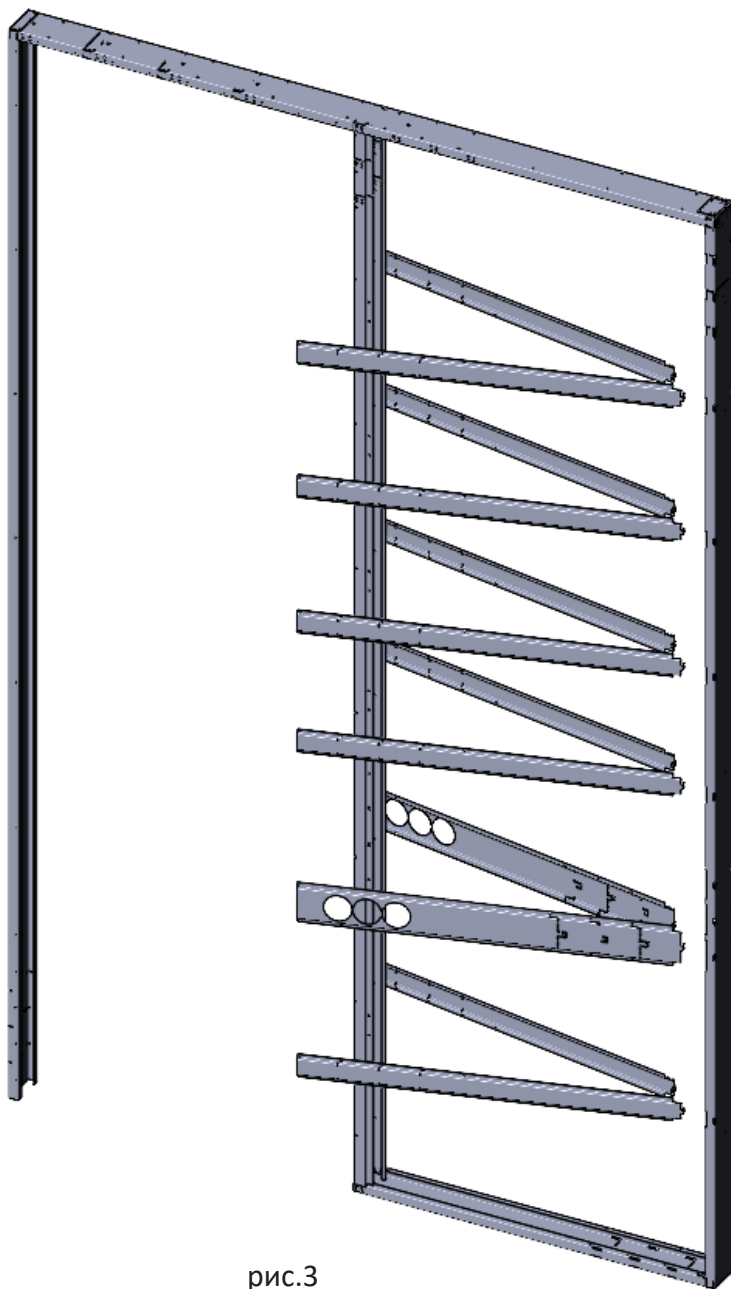

рис.3
1. Рёбра малое (Rm) и большое (Rb) должны быть расположены монтажной проушиной в сторону тыла (Т) (рис.3). Ребро большое (Rb) может быть установлено в одном из трёх предусмотренных конструкцией положений по высоте, 900мм, 1000мм и 1100мм от пола.